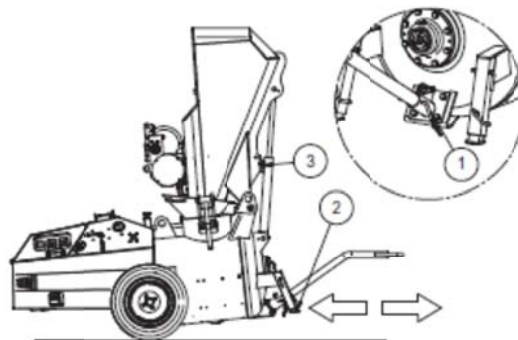

FIG.3
- Important! Înainte de ridicarea pompei de șapă, asigurați-vă că toate componentele dispozitivului sunt amplasate corect și fixate, iar în mod deosebit că bena este fixată cu ajutorul știftului de siguranță (ref. 3, fig. 3).
Fixați dispozitivul, poziționând corect piciorul suportului. Solul pe care stă dispozitivul trebuie să fie stabil, iar în plus, elementele suportului piciorului (ref. 2, fig. 3) trebuie să fie foarte solide.